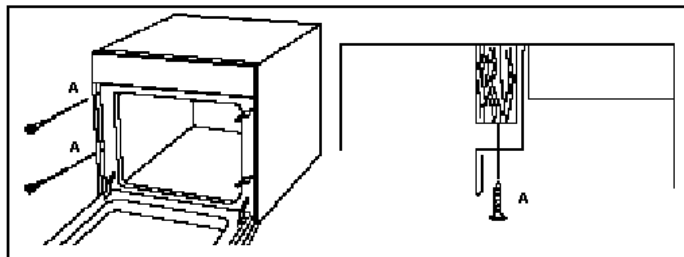

Figura 4
- Deschideți ușa cuptorului și cu patru șuruburi inserate în ramă (A) fixați aparatul în mobilier (vezi figura 4)